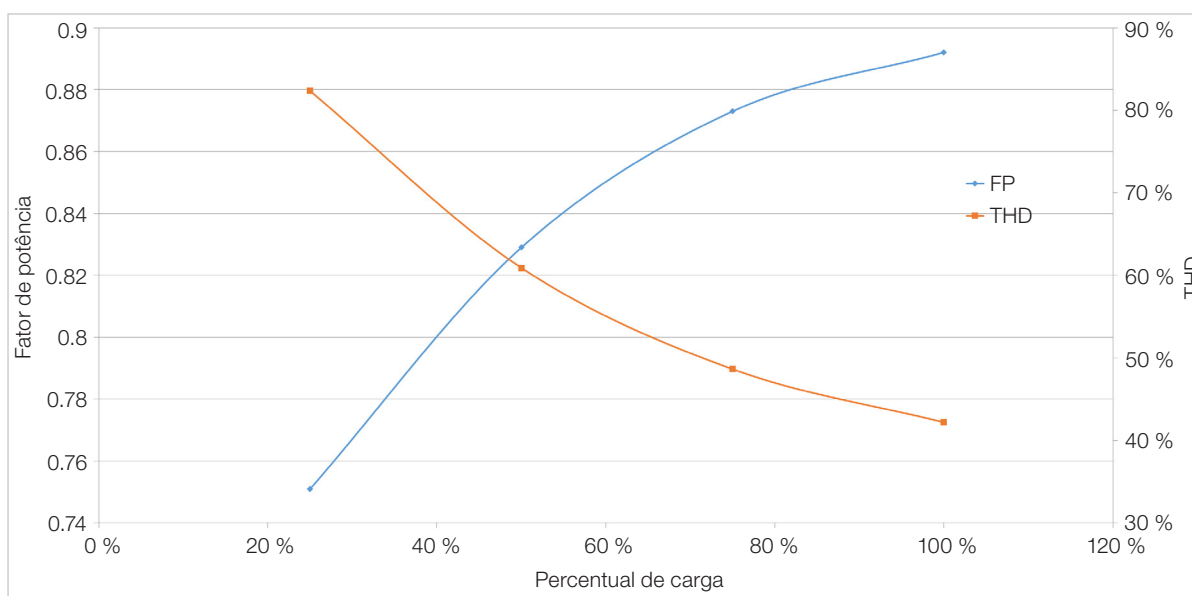

Figura 3.11: Fator de Potência (FP) e THD(I) com a variação da potência de saída. Retificador 6 pulsos
Nas Tabela 3.7 na página 3-12, Tabela 3.10 na página 3-15 e Figura 3.11 na página 3-12 são apresentados os valores típicos do conteúdo harmônico das correntes, Fator de Potência e THD(I) na rede elétrica, considerando-se o retificador 6 pulsos.